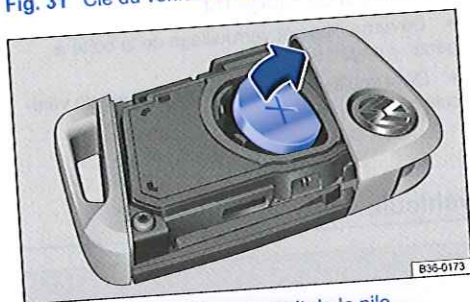

Fig. 32 Clé du véhicule : retrait de la pile.
- Dégagez la pile de son logement en faisant levier dans le sens de la flèche à l'aide d'un objet fin approprié $\Rightarrow$ fig. 32.
- Mettez en place la pile neuve comme représenté $\Rightarrow$ fig. 32 et enfoncez-la dans le compartiment en procédant dans le sens inverse de la flèche $\Rightarrow$ ①.